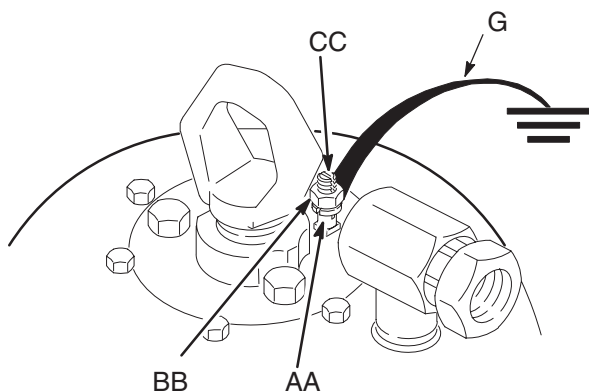

Abb. 3
- a. Sicherungsmutter (BB) der Erdungsklammer und Scheibe (AA) lösen.
- b. Ein Ende eines mindestens 1,5 mm2 dicken Erdungsdrahtes (G) in den Schlitz in der Öse (CC) schieben und die Mutter fest anziehen. Siehe Abb. 3.